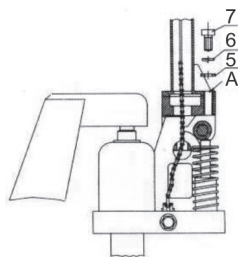

Fig. 3 – Passo 2
- Posicione os parafusos (7) nos furos (A), apertando apropriadamente com o auxílio de uma chave estrela ou chave fixa, ver fig. 3.